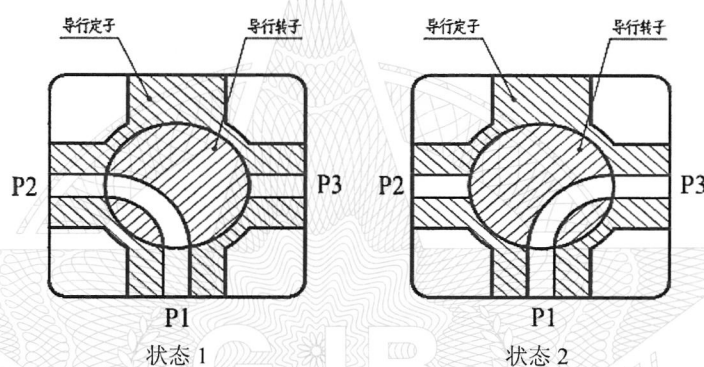

图 A.1 S 型波导开关射频通路示意图
- a) S 表示单刀双掷：S 型波导开关的导行定子上设计有 3 个波导口，导行转子上设计有 1 个弧形微波通道。导行转子在电磁系统的作用下，与导行定子配合可以形成两个稳态位置：状态 1，波导口 P1—P2 导通，波导口 P1—P3 阻断；状态 2，波导口 P1—P3 导通，波导口 P1—P2 阻断。通过导行转子的旋转运动实现 2 种状态微波信号通道的导通与阻断。如图 A.1 所示。